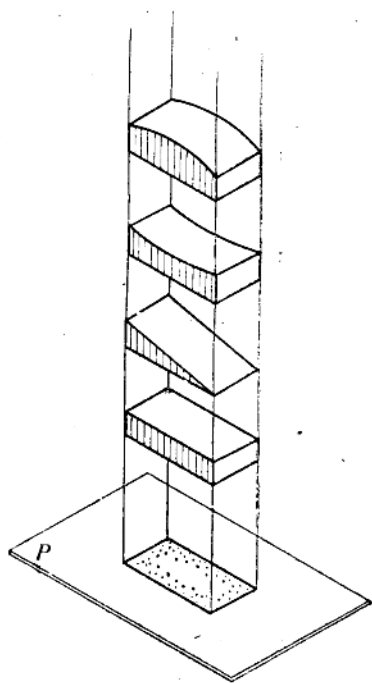

图 3-5 体的投影
(4) 体的投影。体是由三度空间构成的，具有长度、宽度和高度。一个体的投影上用一个投影面是不能表达清楚的，而且还会出现不同形状的物体其投影却相同的情况，见图3-5。